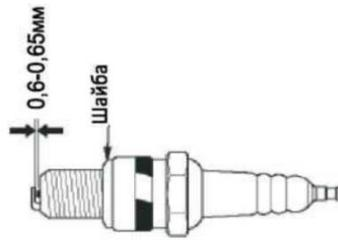

Рис. 11
4. Виміряйте зазор між електродами свічки спеціальним щупом. Зазор повинен бути 0,6-0,65м (Рис. 11). При збільшенні чи зменшенні потрібного зазору рекомендується замінити свічку, так як регулювання зазору може призвести до зміни якості іскроутворювання.